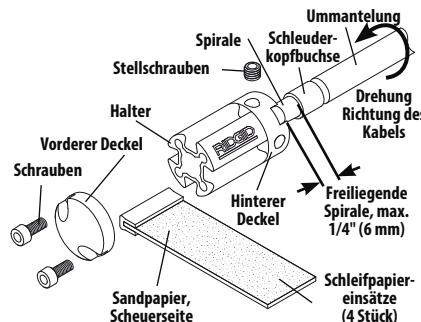

Abbildung 1 - RIDGID® FlexShaft-Sandpapierauflage
Die RIDGID®-FlexShaft-Sandpapierauflagen sind für den Gebrauch mit RIDGID-FlexShaft-Maschinen für die Endreinigung von Rohrwänden (wie zum Beispiel vor dem Auskleiden der Rohre) bzw. das finale Wiedereinsetzen/seitliche Reinigen nach dem Auskleiden der Rohre bestimmt (Abbildung 1).
1. Entfernen Sie die zwei Schrauben, mit denen der vordere Deckel gehalten wird und nehmen Sie den letzteren ab. (Siehe Abb. 1)